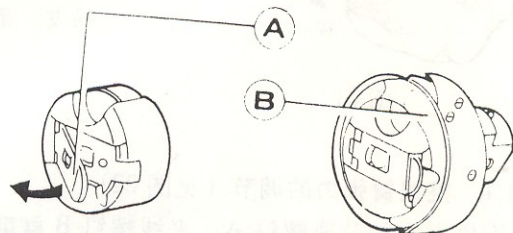

图 18
4.7 装卸梭心套（见图 18）
装梭心套时，机针应在最高位置。先扳开梭门盖 A，然后把梭心套 C 按图 18 所示放入旋梭 B 中，放入时请注意梭心套的定位板 D 是否已经和旋梭心轴上的定位槽相扣合。